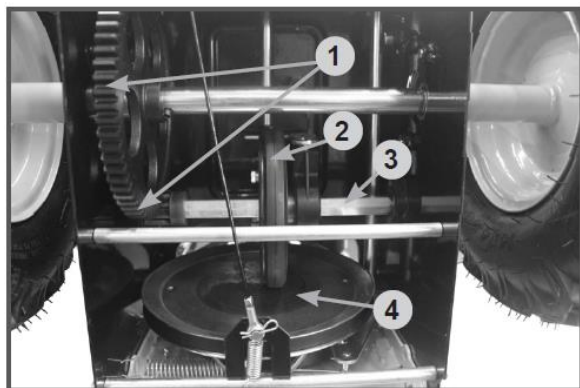

Рис. 15 Обслуживание трансмиссии
Если при нажатом рычаге включения хода снегоборщик не движется или при нажатии на рычаг включения хода слышны посторонние звуки, а регулировка длины троса включения хода не позволяет устранить проблему, возможно, фрикционное колесо поз. 2 (Рис. 15) полностью износилось и его необходимо заменить.
4. Нанесите многоцелевую консистентную смазку тонким слоем на шестигранный вал поз.3 фрикционного колеса и зубья шестерен поз.1 (Рис. 15).
*Не допускайте попадания смазки на резиновое фрикционное колесо поз.2 и ведущий диск поз.4 (Рис. 15).*